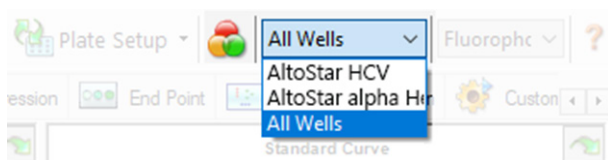

Figura 4: Botón Well Group (grupo de pocillos) y menú desplegable Well Group (grupo de pocillos)
En la ventana Data Analysis (análisis de datos), asegúrese de seleccionar el **Well Group** (grupo de pocillos) del kit AltoStar® HCV RT-PCR Kit 1.5. Por tanto, haga clic en el menú desplegable **Well Group** (grupo de pocillos) junto al botón **Well Group** (grupo de pocillos) (consulte la figura 4) de la barra de herramientas. No utilice el **Well Group** (grupo de pocillos) «All Wells» (todos los pocillos). La selección de la figura 4 se usa como vista de ejemplo general.
1. En la ventana Data Analysis (análisis de datos), asegúrese de seleccionar el **Well Group** (grupo de pocillos) del kit AltoStar® HCV RT-PCR Kit 1.5. Por tanto, haga clic en el menú desplegable **Well Group** (grupo de pocillos) junto al botón **Well Group** (grupo de pocillos) (consulte la figura 4) de la barra de herramientas.